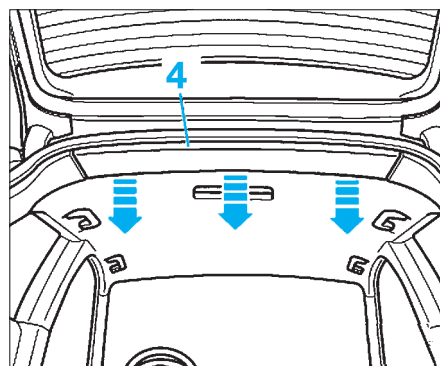

FIG. 82
- Déposer la garniture arrière de pavillon (4) (Fig.82).